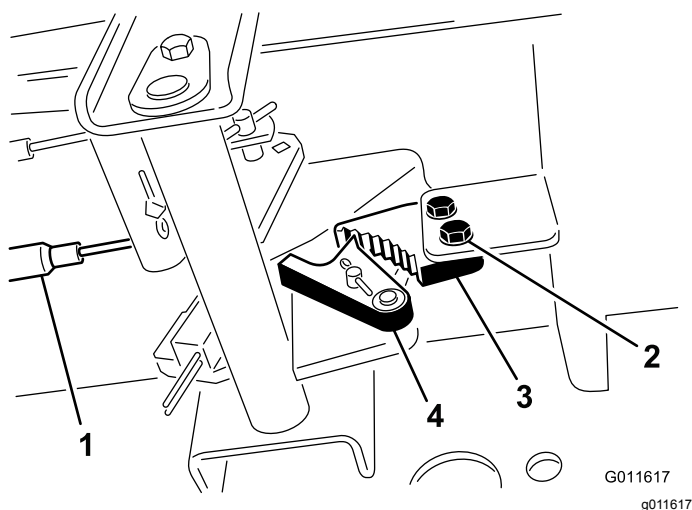

Рисунок 88
- Ослабьте два винта крепления защелки стояночного тормоза к раме (Рисунок 88).
- Нажимайте педаль тормоза вперед, пока углубление тормоза не войдет полностью в зацепление с защелкой тормоза (Рисунок 88).